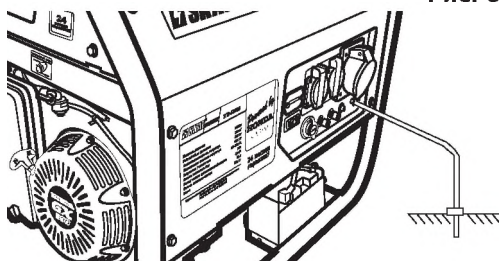

Рис. 8
- Проверьте заземление генератора (рис. 8). Следуйте требованиям правил заземления, описанным в пункте 3.1.4. «Заземление» настоящего руководства.